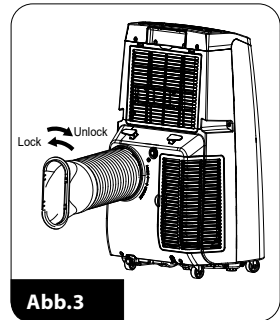

Abb.3
4. Setzen Sie den Montagering (17) zusammen mit dem angezogenen Rohr (15) in den Luftaustritt (11) ein und drehen Sie den Ring vorsichtig gegen den Uhrzeigersinn (Abb. 3).